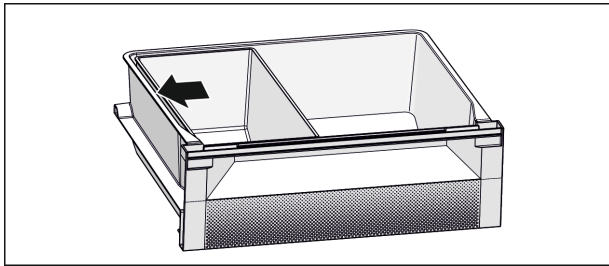

Fig. 7
- ▶ Za optimalnu funkciju hlađenja: Pozicionirajte posudu Fish & Seafood kao što je prikazano na slici (pogledajte Fig. 7).